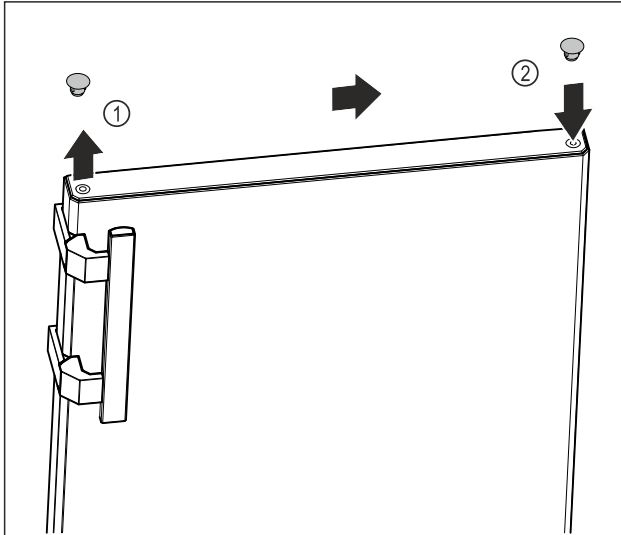

Fig. 15
- Pomocí plochého šroubováku opatrně zvedněte krycí zátku na horní straně dvířek Fig. 15 (1).
- Zasuňte krycí zátku na opačné straně. Fig. 15 (2)